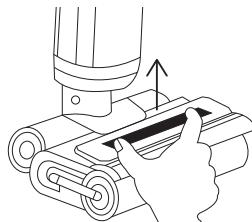

Рис. 1
- Зажмите кнопки отсоединения крышки электрической турбощетки и снимите крышку (Рис. 1).